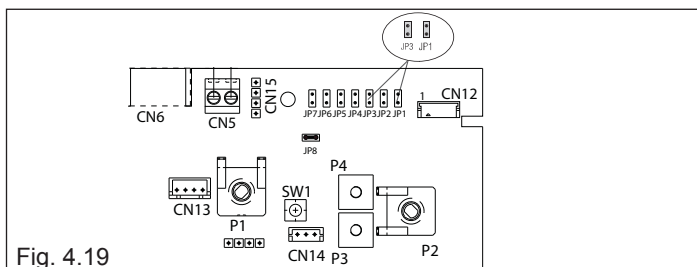

Fig. 4.19
- Introducir los jumper JP1 y JP3 (fig. 4.19)